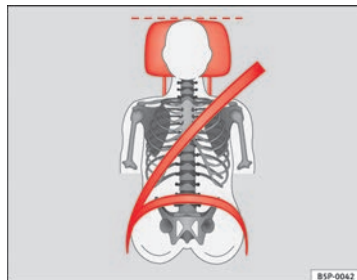
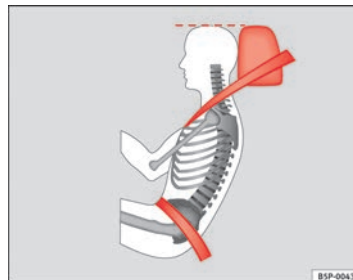

Fig. 69 Vista anteriore: poggiatesta e cinture di sicurezza posizionate correttamente
Fig. 70 Vista laterale: poggiatesta e cinture di sicurezza posizionate correttamente
- Regolare il poggiatesta portando il suo bordo superiore alla stessa altezza della parte superiore della testa, almeno all'altezza degli occhi ⇒ fig. 69 e ⇒ fig. 70.